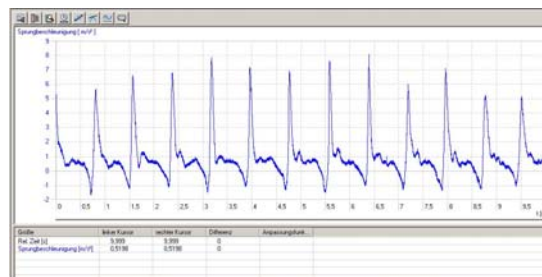

Fig. 1 Caratteristico comportamento di accelerazione della caviglia di una persona che "salta la corda", registrato con 3B NETlab™ (U11310)
- Avviare la registrazione della curva di misurazione in 3B NETlab™(Fig. 1).
Si osservi nella Fig. 1 l'accelerazione di gravità di $9,81 \text{ m/s}^2$ ad azione costante, che inserisce nella curva di misurazione un valore subordinato di 1-g.